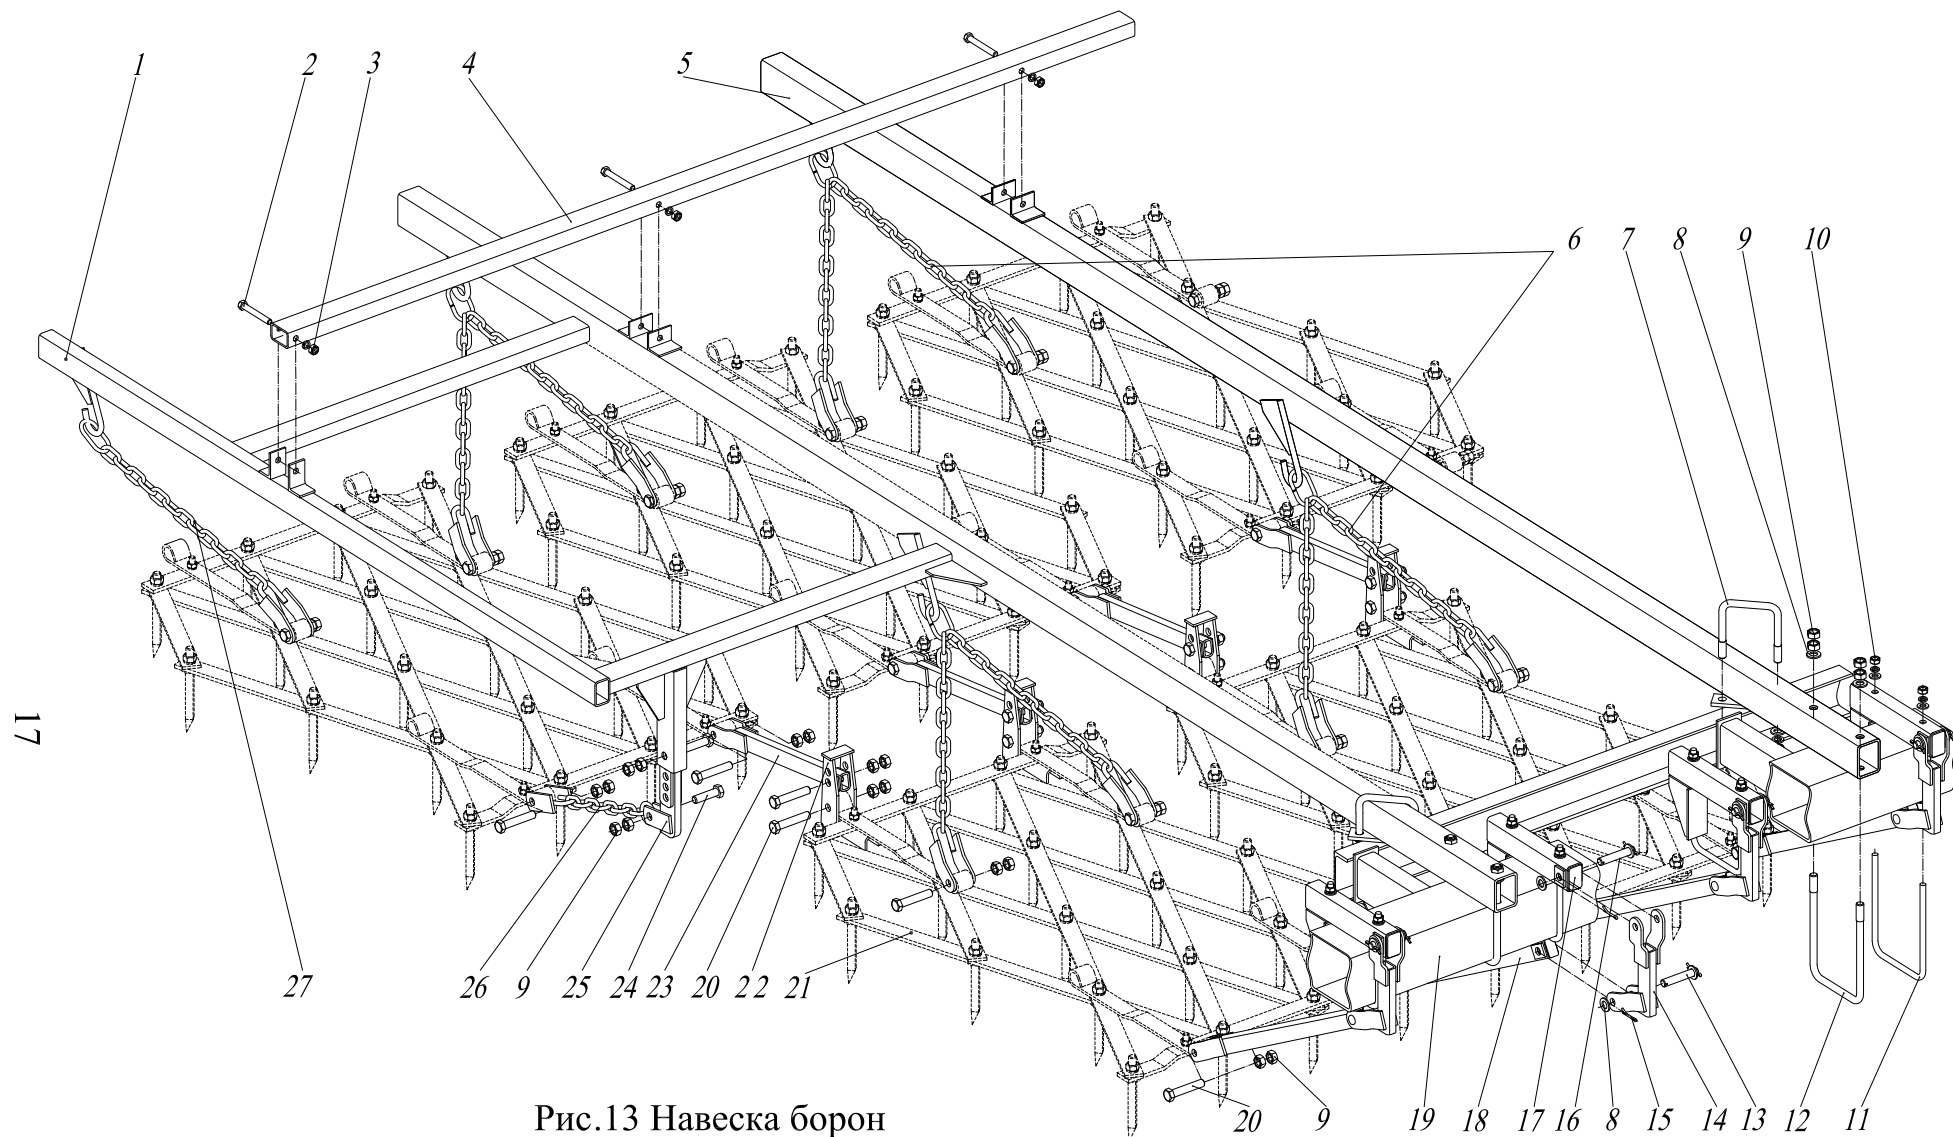

Рис.13 Навеска борон
2.1.9. Навеска борон (рис.13) состоит из поперечных штанг 1 и 5, которые закреплены на балках 19 сцепки скобами 7 и 12. Штанги соединены между собой поперечинами 4. На крюки поперечных штанг 1 и 5 навешиваются цепные подвески 6 и 27, к которым в свою очередь крепятся проушинами бороны 26. На балках 19 сцепки скобами 11 крепятся кронштейны 17 с рычагами 14, на которых на осях 13 закреплены поводки 18. К этим поводкам с помощью болтов 20 и гаек 9 проушинами крепятся бороны 26 переднего ряда. Бороны первого и второго рядов соединяются между собой с помощью кронштейнов 21 и поводков 22 и 25.